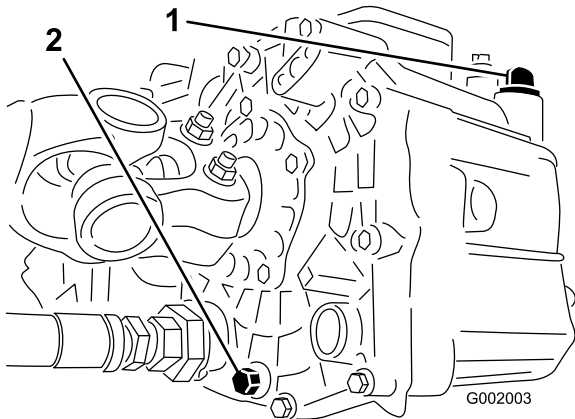

Bild 53
3. Nehmen Sie die Ablassschraube an der Seite des Behälters ab und lassen Sie das Hydrauliköl in die Auffangwanne ablaufen (**Bild 53**).